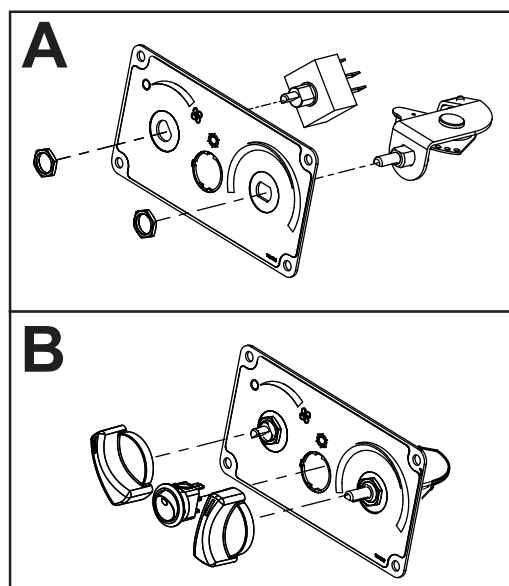
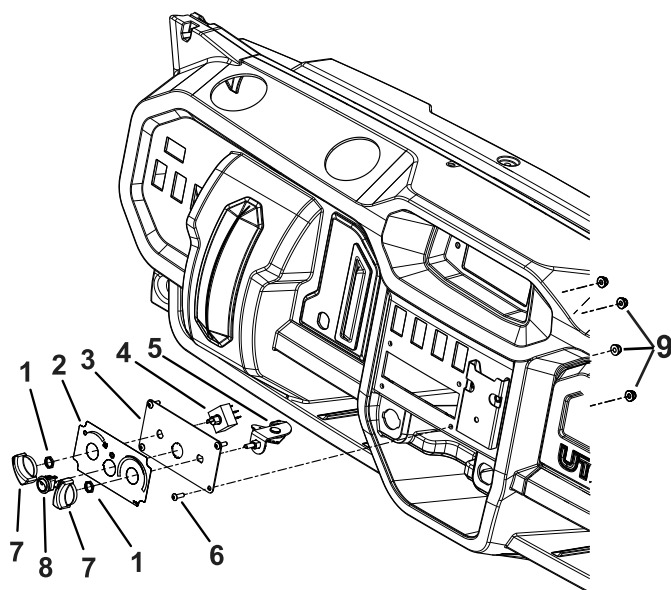

Figure 5
Figure 6
- Installez les 2 interrupteurs avec boutons sur le panneau de commande à l'aide de deux écrous (7/16"), comme montré à la Figure 5 et à la Figure 6.
- Installez l'interrupteur à bascule de climatisation dans le panneau (Figure 5 et Figure 6).
- Installez un bouton sur chaque interrupteur (Figure 5 et Figure 6).